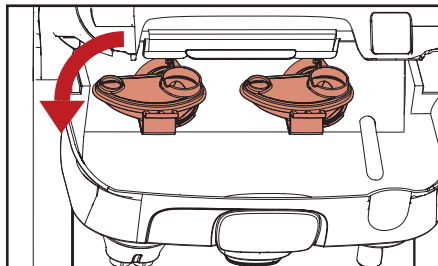

Abb. 5.10 – Mischkammern entfernen
- b. Drehen Sie die Mischkammern entgegen dem Uhrzeigersinn, um sie zu lösen und entnehmen Sie sie (Abb. 5.10).